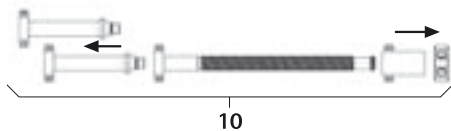

Fig. 5
- Smontare il distrattore ad asta filettata 10, vedere Fig. 5.